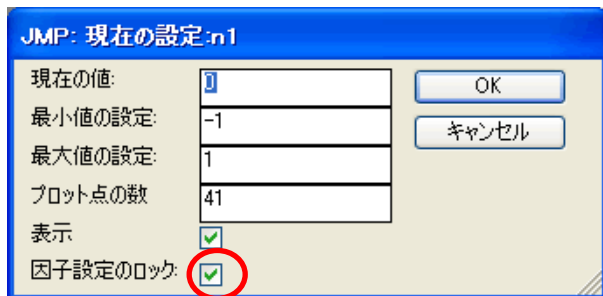

図 4. 因子の設定ダイアログボックス
1. レポート「予測プロファイル」に表示されるグラフ n_1, n_2 それぞれに対し、Alt キーを押しながらグラフ内をクリックすると、因子設定を入力するためのダイアログボックスが開きます。ここで、[因子設定のロック]にチェックを入れて、[OK] ボタンをクリックします。(図 4)